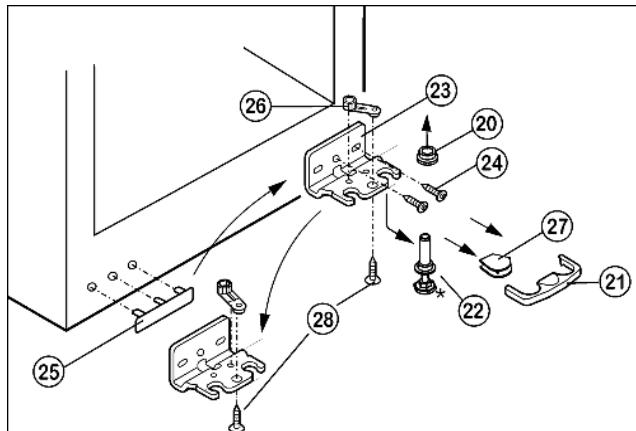

Fig. 5
- ▶ Предохранитель Fig. 5 (21) снимите движением вперед.
- ▶ Снимите крышку Fig. 5 (27).*
- ▶ Вытяните опорный палец Fig. 5 (22) вниз и вперёд. При этом следите за гнездом шарнира Fig. 5 (20).
- ▶ Открутите опорный кронштейн Fig. 5 (23)(2 шт. Torx 25) Fig. 5 (24).
- ▶ Открутите опорную деталь Fig. 5 (26)(1 Torx 25) Fig. 5 (28) и, переставив в отверстие на противоположной стороне опорного кронштейна, снова прикрутите.
- ▶ Осторожно приподнимите и переставьте крышку Fig. 5 (25) со стороны ручки.
- ▶ Снова прикрутите опорный кронштейн Fig. 5 (23) на новой стороне шарнира, при необходимости с помощью акумуляторного шуруповерта через внешний продольный паз и круглое отверстие.
- ▶ Установите крышку Fig. 5 (27) на противоположной стороне.*
- ▶ Предохранитель (21) нужно зафиксировать сбоку на кронштейне, чтобы опорный палец и двери были защищены от выпадения.
- ▶ Снова защелкните предохранитель (21) на опорном кронштейне.
- ▶ Наденьте гнездо шарнира Fig. 5 (20).
- ▶ Установите дверцу сверху на нижний опорный палец Fig. 5 (22).
- Переставьте средний винт на нижнем опорном кронштейне Fig. 5 (23) в свободный продольный паз.
- При необходимости выровняйте дверцы через два продольных паза в нижнем опорном кронштейне Fig. 5 (23) параллельно корпусу устройства.